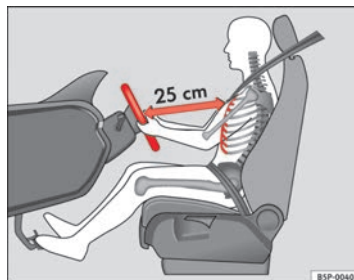

Abb. 137 Die richtige Sitzposition des Fahrers
- Stellen Sie das Lenkrad in die gewünschte Position ein $\Rightarrow$ Abb. 137.
- Stellen Sie den Fahrersitz bzw. das Lenkrad so ein, dass der Abstand zwischen Lenkrad und Brustbein mindestens 25 cm beträgt ⇒ Abb. 137. Wenn Sie den Mindestabstand nicht einhalten, kann Sie das Airbag-System nicht schützen – Lebensgefahr!